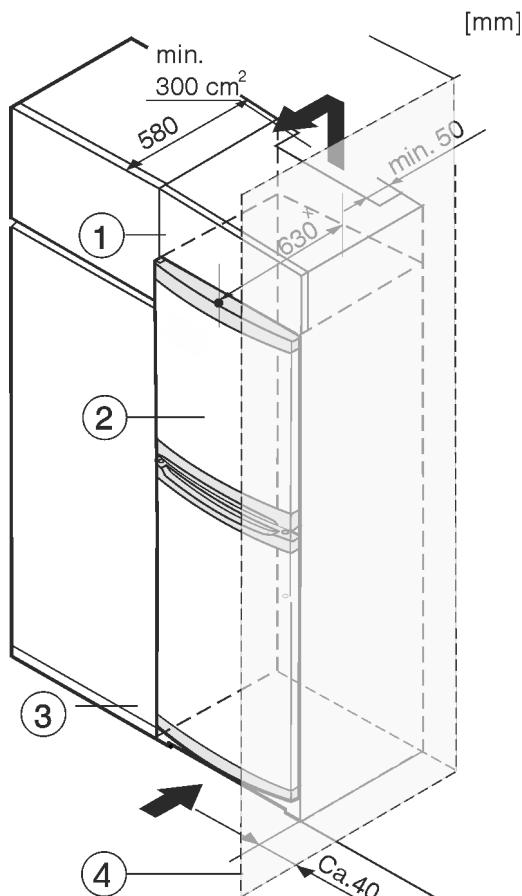

Fig. 8
Zariadenie môže byť zabudované medzi kuchynskými skriňami. Aby sa zariadenie Fig. 8 (2) prispôsobilo výške kuchynskej linky, môže sa nad zariadením umiestniť nadstavná skrinka Fig. 8 (1).
Pri vstavaní s kuchynskými skriňami (hlbka max. 580 mm) je možné zariadenie inštalovať priamo vedľa kuchynskej skrine Fig. 8 (3). Zariadenie vyčnieva nabok 34 mm a v strede zariadenia 50 mm oproti prednej časti kuchynskej skrine.
Ak je zariadenie umiestnené so zavesením vedľa steny Fig. 8 (4), musí vzdialenosť medzi zariadením a stenou činiť minimálne 40 mm. To zodpovedá presahu držadla pri otvorených dverách.